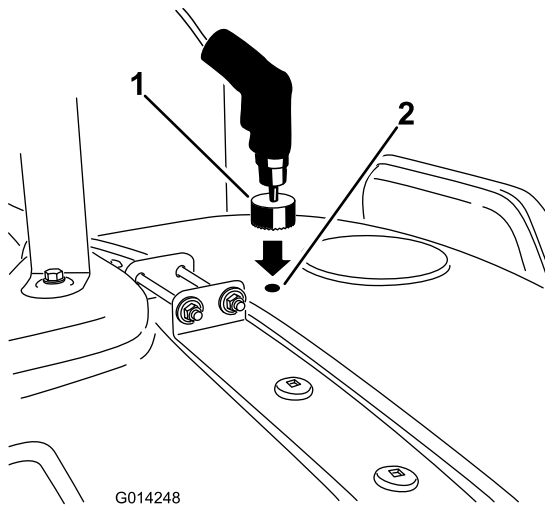

Bild 13
6. Wiederholen Sie die Schritte für das vordere Loch an der Bohrmarkierung vor dem Behälterdeckel (Bild 13).